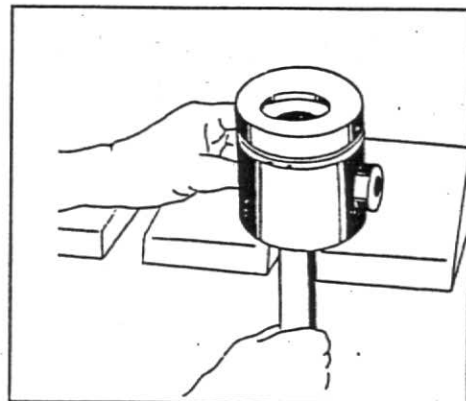

Fig. 3
3. Remova a bucha da biela, fig.3.